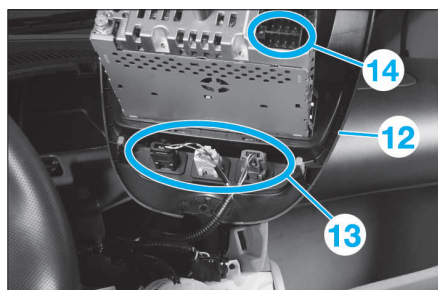

FIG. 47
- Extraire partiellement le sous-ensemble (12) (Fig.47), puis débrancher les connecteurs (13) et (14).